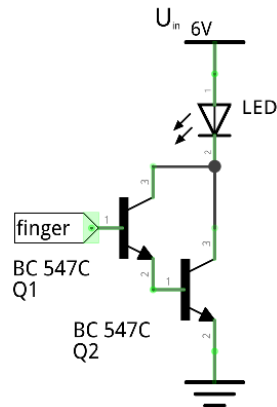

Bild 4.2: Transistorschaltung 02 - Der Bipolar-Transistor als Sensor
- Baue folgende Transistor-Schaltung auf (Abbildung 4.2).